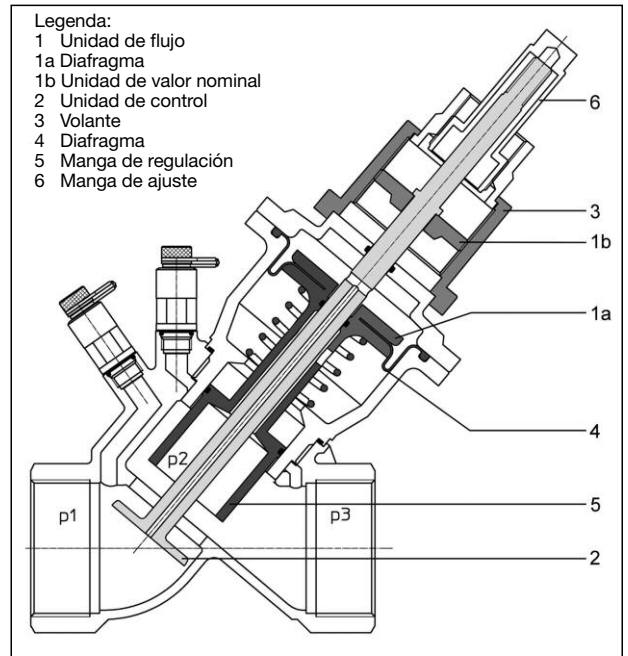

Figura 5 Construcción de la válvula "Cocon QTR"
Con el medidor de caudal conectado (e.g. "OV-DMC 2"), se puede medir el diferencial de presión a través de la válvula. La sección ilustrada de la válvula "Cocon QTR" (figura 5) muestra tres valores de presión. "p1" es la presión de entrada, y "p3" es la presión de salida de la válvula. "p2" es la presión de operación que actúa sobre el diafragma. El diferencial de presión "p1" - "p2" se mantiene en un valor constante, gracias al diafragma integrado (pos. 1a) de la válvula de regulación y control.